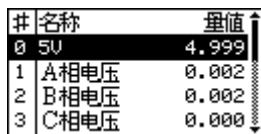

图 4-32 系数子菜单显示界面示例
(1) 通道浏览：以 I 母 A 相电压为基准，显示其他通道相对角度。
(2) 系数：即幅值校正，用于对交流电流、电压、及直流通道的幅值系数进行校正。选定通道，按“确认”键，进行系数调整。示例如图 4-32、4-33 所示界面。